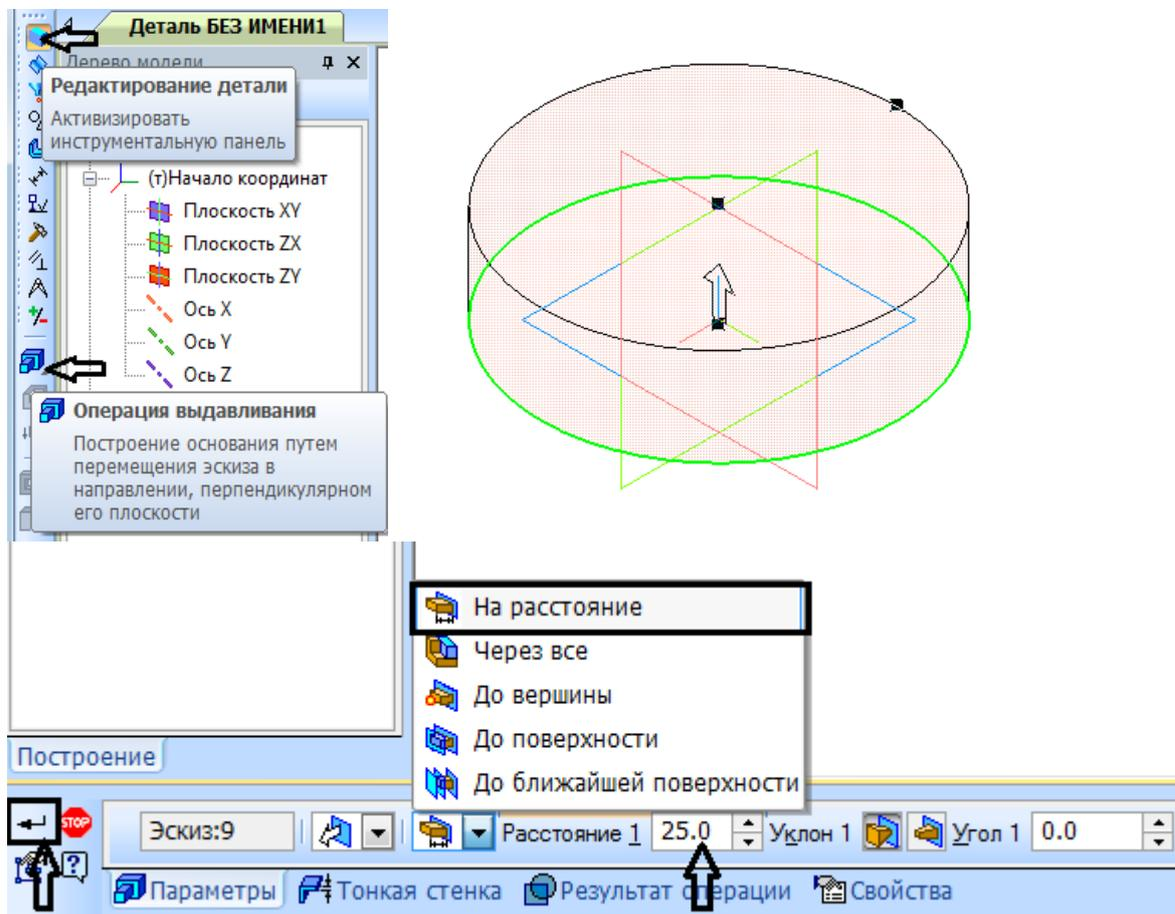

Рисунок 27.
4. На панели  **Редактирование** нажмите кнопку  **Операция выдавливания** и вытяните ваш эскиз, указав в параметрах «На расстояние» и размер **25мм**. На экране появится фантом выдавливания. Для завершения операции нажмите  **Создать объект** (рисунок 27).